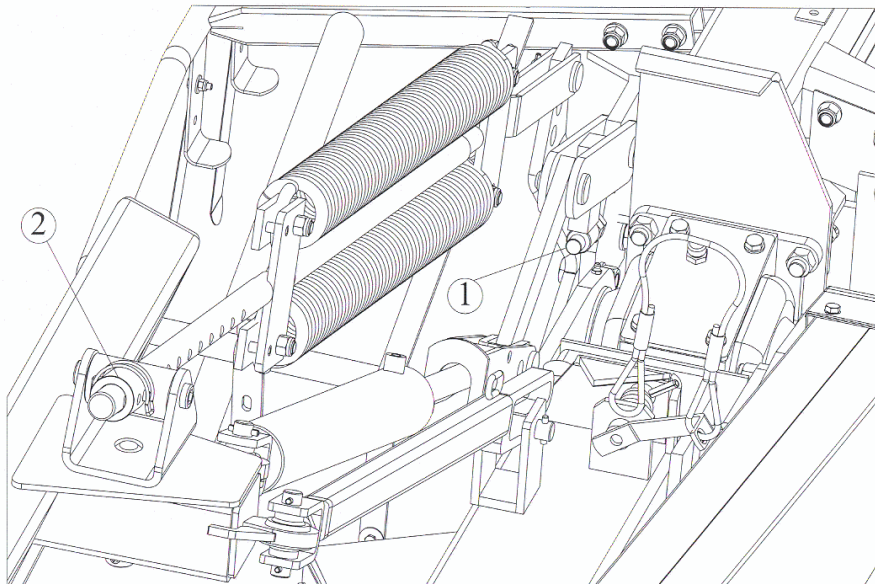

Bild 7
6. Stellstange 906211 (8), Federentlastung (9) montieren.
7. Zugzylinder 906213 (10), Klappe 051822 (11), Verbindungsflasche 051994 (12), Winkelhebel 051938 (13) montieren (Bild 7).
Der Mähbalken soll beim Anheben in Schwadstellung etwa 30 cm waagrecht über dem Boden schweben. Dies kann an der Stellschraube 1 und an der 051855 Büchse 2 eingestellt werden (siehe Bild 7).